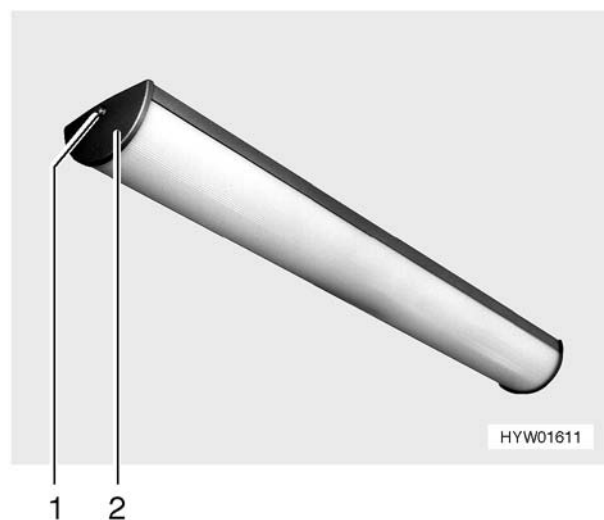

Fig. 208 Plafoniera del vano abitabile
- Svitare la vite (Fig. 208,1) e smontare la copertura (Fig. 208,2).